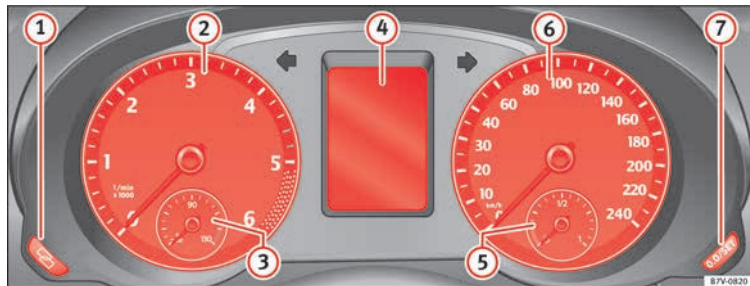

Fig. 119 Cuadro de instrumentos en el tablero de instrumentos.
» **fig. 119:**
- Para proseguir con el ajuste, pulse la tecla » **fig. 119 7**. Para que los números se sucedan con rapidez, mantenga la tecla pulsada.
El cuentarrevoluciones le ofrece, conjuntamente con la indicación de las marchas, la posibilidad de utilizar el motor de su vehículo en un régimen de revoluciones adecuado. El principio de la zona roja » **fig. 119** indica el régimen máximo de revoluciones del motor funcionando a
En la pantalla del cuadro de instrumentos » **fig. 119** ④ puede visualizarse información diversa, en función del equipamiento del vehículo: